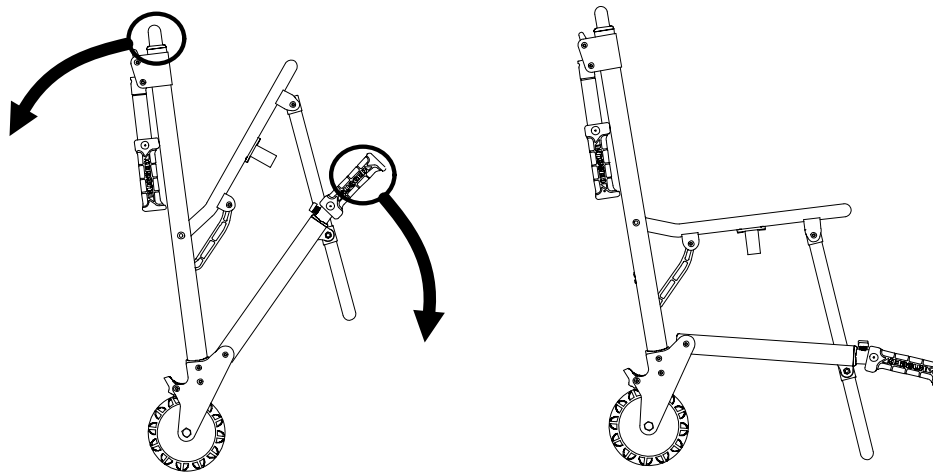

Figure 3 – Dépliage de la chaise
3. Éloigner le relève-buste de la poignée d'extension (Figure 3).